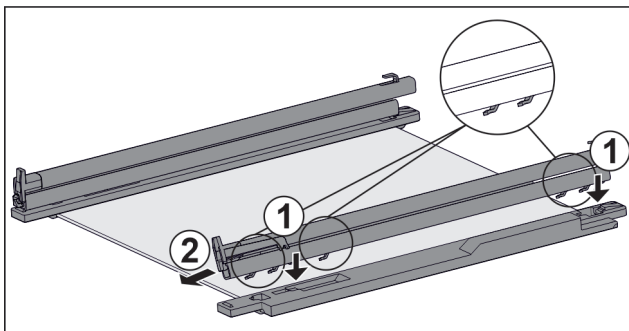

Fig. 61 Skleněná deska s kolejničkami a přídržnými díly
- ▶ Nasadte háčky kolejničky na otvory **levého** přídržného dílu. Fig. 61 (1)
- ▶ Vytáhněte kolejničku dopředu. Fig. 61 (2)
- ▶ Nasadte háčky kolejničky na otvory **pravého** přídržného dílu. Fig. 61 (1)